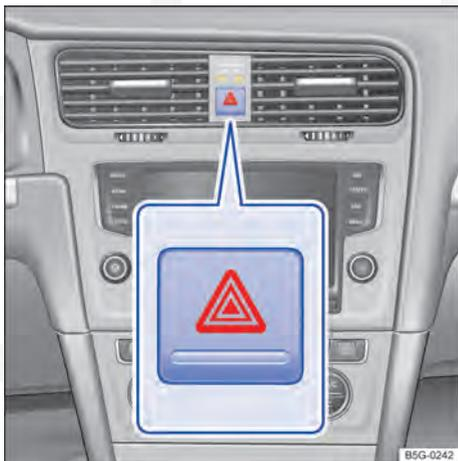

Fig. 197 Na parte superior do console central: botão das luzes de advertência.
2. Ligar as luzes de advertência com o botão  ⇒ Fig. 197.